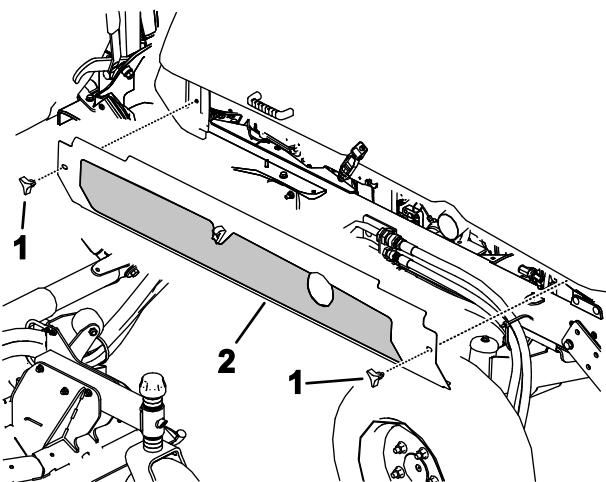

Figura 111
4. Desaperte os manípulos e retire os resguardos de ambos os lados (Figura 111).
5. Instale os resguardos laterais (Figura 111).